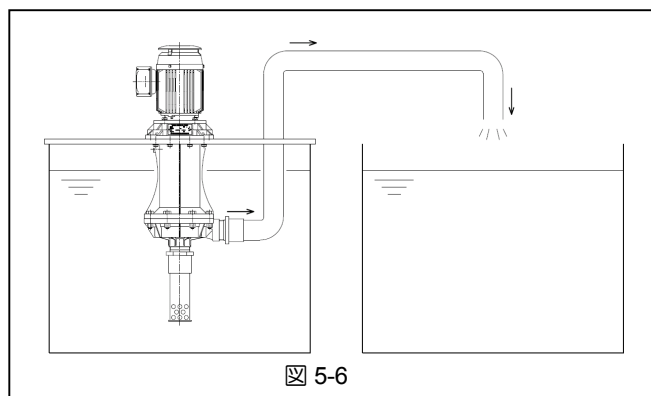

図 5-6
- (1) 流量調整バルブは、必ず吐出側配管に取付けてください。吐出側配管には、かならずチャッキバルブを取付けてください。
- (2) サイフォン現象を起こさないように、吐出管をポンプ中心より高くしてください。(図 5-6)